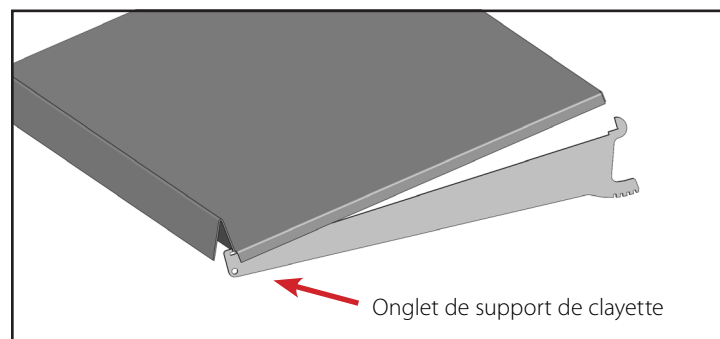

Fig. 4. Pose des clayettes.
- b. Déplacez l'arrière de la clayette vers le haut et vers l'arrière pour faire dégager la languette de support avant de la console de clayette. Voir Fig. 4.